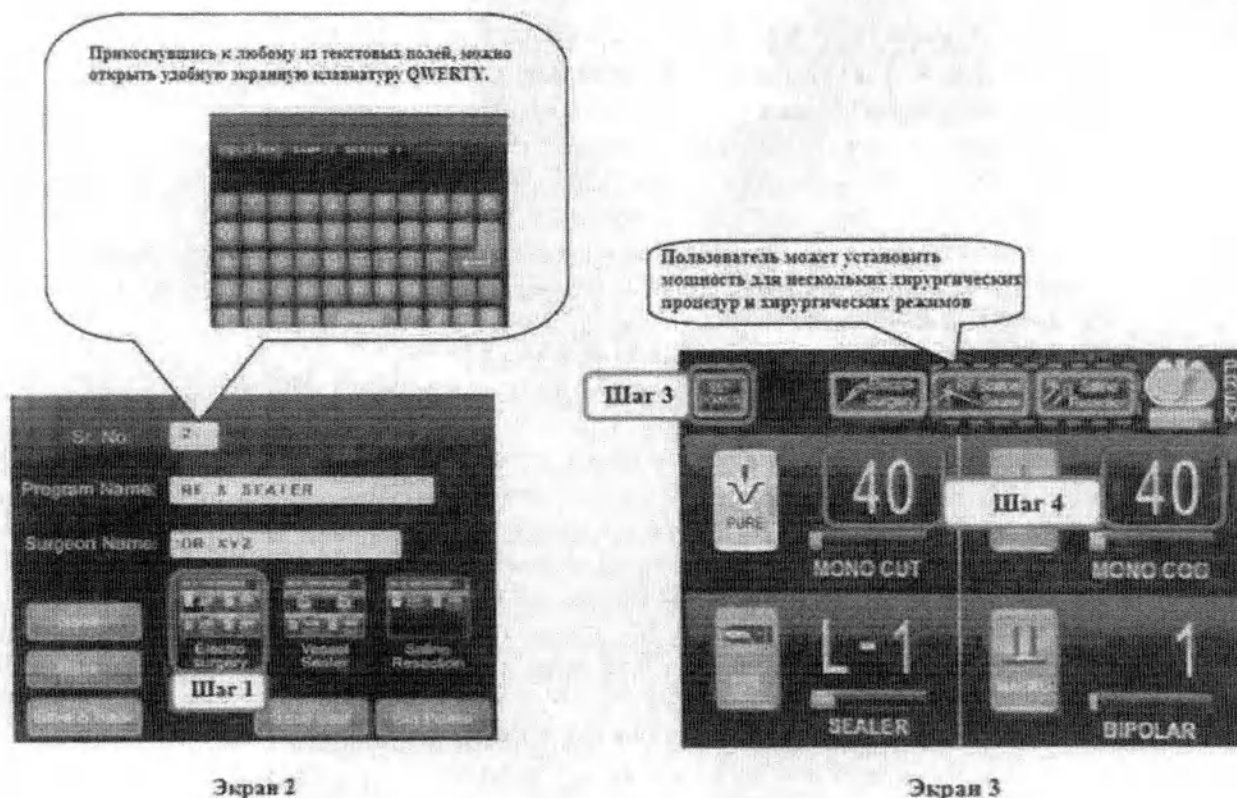

Рисунок 34 – Алгоритм добавления новой программы
Новую программу можно добавить, коснувшись на экране вкладки «Добавить новую». После нажатия на экране отобразится Экран 2 (Рисунок 34).
5.2.9.6 Алгоритм добавления новой программы (Рисунок 34).